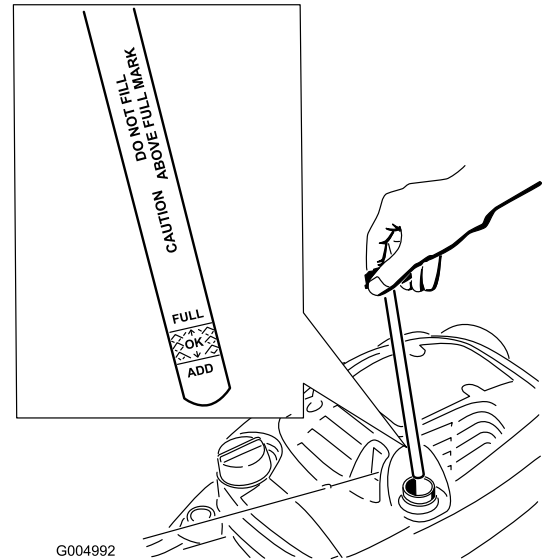

Figura 12
1. Retire la varilla, límpiela, y vuelva a colocarla (Figura 12).
2. Retire la varilla y compruebe el nivel de aceite (Figura 12). Si el nivel de aceite está por debajo de la marca **Add** de la varilla, vierta **lentamente** aceite en el tubo de llenado hasta que el nivel llegue a la marca **Full** de la varilla. **No llene demasiado.** (Capacidad máxima: 0,6 l (20 onzas), tipo: SAE 30W, aceite detergente con clasificación de servicio API SF, SG, SH, SJ, SL o superior.)